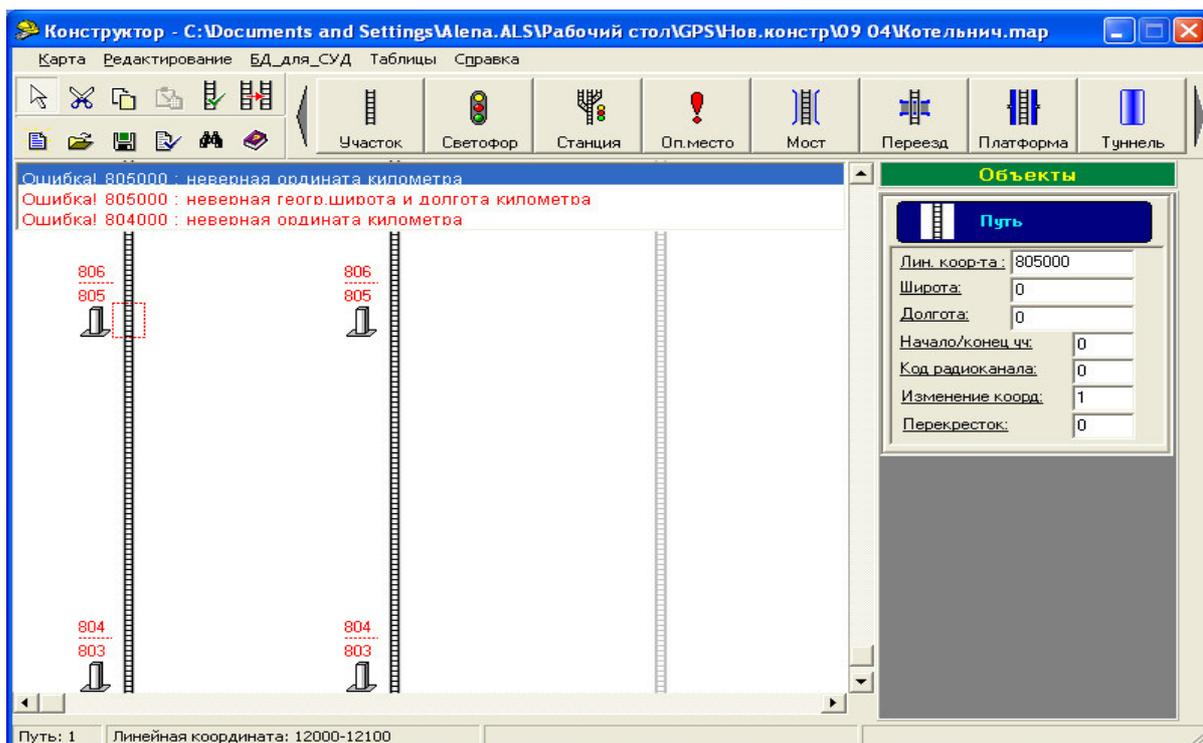

Рисунок 2.68
- нарушение возрастающей последовательности километров внутри каждого участка (рисунок 2.68) согласно условию: